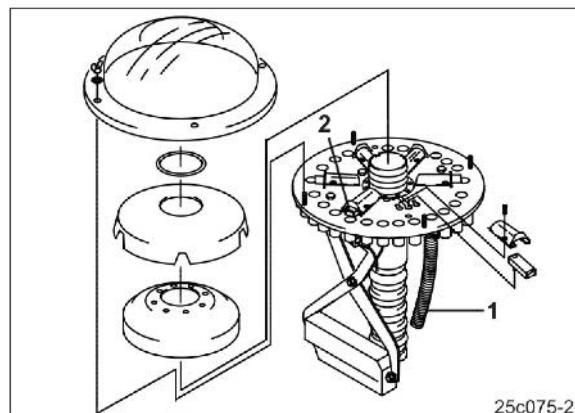

Рис. 123
10. Закрепите пенопластовую вставку (Рис. 123/1).
11. Закрепите внутреннюю крышку распределителя (Рис. 123/2)
12. Установите кольцо (Рис. 123/3)
13. Установите внешнюю крышку распределителя (Рис. 123/4)
6. Заполните бесступенчатый редуктор через заправочный патрубок (Рис. 123/2) до смотрового глазка гидравлической жидкостью.